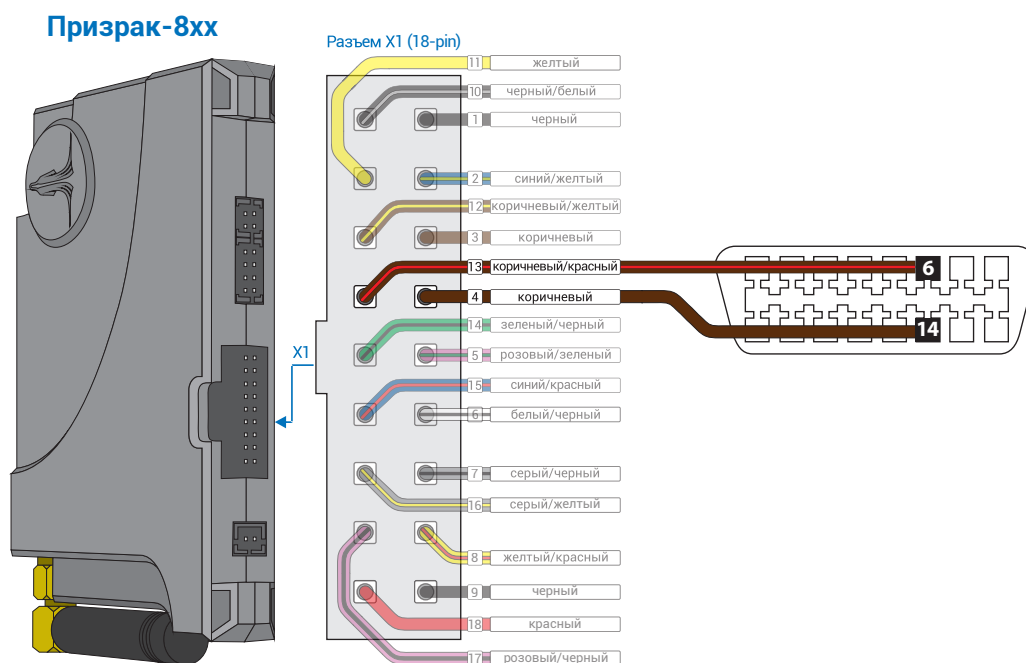

Рис.1 Призрак-8xx v7
1. Осуществите подключение CAN-шины (см. рис. 1) и согласуйте систему Призрак с а/м (см. Integrator).